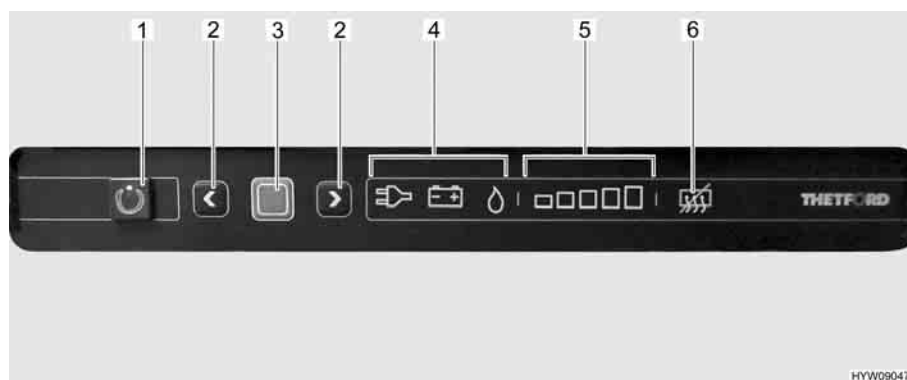

Fig. 143 Elementi di comando del frigorifero
La modalità di funzionamento attuale è indicata da un simbolo luminoso (Fig. 143,4) sulla centralina di controllo.
Dopo l'accensione il frigorifero seleziona automaticamente la regolazione del termostato selezionata per ultimo. Questa impostazione può essere modificata manualmente con i tasti freccia (Fig. 143,2). Le barre luminose dell'indicatore del livello di refrigerazione (Fig. 143,5) visualizzano la temperatura selezionata sul termostato. Con i tasti freccia viene regolata la temperatura di refrigerazione per tutti i tre tipi di energia. Ci vogliono alcune ore prima che il frigorifero raggiunga la temperatura normale di esercizio. Cambiando la modalità di funzionamento la regolazione del termostato non viene modificata. La temperatura di refrigerazione è indipendente dal tipo di energia utilizzata.
- Premere il tasto On/Off (Fig. 143,1) per 1 secondo. Il tasto (Fig. 143,1) si illumina di verde. Dopo circa 10 secondi, l'indicatore viene attenuato per risparmiare energia.
- Premere il tasto di conferma (Fig. 143,3). L'impostazione attuale della modalità di funzionamento viene visualizzata.
- Se non è impostata la modalità di funzionamento a gas: Per modificare l'impostazione, premere il tasto di conferma (Fig. 143,3) per circa 2 secondi.
- Selezionare la modalità di funzionamento a gas con i tasti freccia (Fig. 143,2). L'alimentazione del gas è ora aperta. L'accensione avviene automaticamente. È udibile un ticchettio fino a quando procedura di accensione non è stata portata a termine.
- Premere il tasto di conferma (Fig. 143,3) per circa 2 secondi.
- Premere nuovamente il tasto di conferma (Fig. 143,3). Il livello di refrigerazione attuale viene indicato dalle barre luminose (Fig. 143,5).
- Per modificare l'impostazione, premere i tasti freccia (Fig. 143,2) fino a visualizzare l'impostazione desiderata.
- Premere il tasto On/Off (Fig. 143,1) per circa 2 secondi. Tutte le spie si spengono. Il frigorifero è spento.
- Se non è impostata la modalità di funzionamento 230 V: Per modificare l'impostazione, premere il tasto di conferma (Fig. 143,3) per circa 2 secondi.
- Selezionare la modalità di funzionamento 230 V con i tasti freccia (Fig. 143,2).
- Se non è impostata la modalità di funzionamento 12 V: Per modificare l'impostazione, premere il tasto di conferma (Fig. 143,3) per circa 2 secondi.
- Selezionare la modalità di funzionamento 12 V con i tasti freccia (Fig. 143,2).
- Premere contemporaneamente entrambi i tasti freccia (Fig. 143,2) e tenerli premuti per 2 secondi. Il simbolo di disattivazione della funzione anti-condensa (Fig. 143,6) si illumina.
- Premere di nuovo contemporaneamente entrambi i tasti freccia (Fig. 143,2) e tenerli premuti per 2 secondi. Il simbolo di disattivazione della funzione anti-condensa (Fig. 143,6) si spegne.